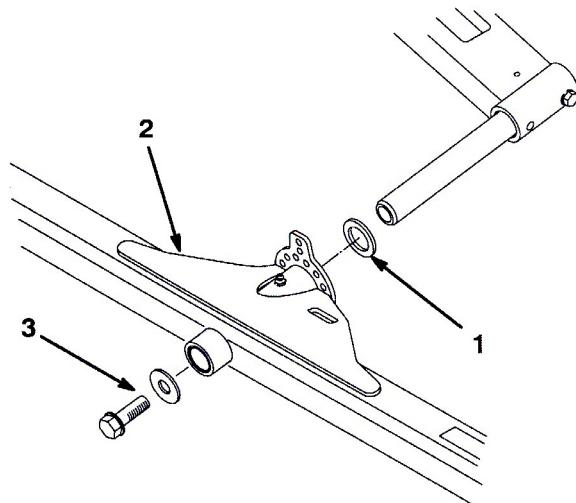

図10
- 昇降アームのピボット・ロッドにスラストワッシャを通す(図10)。
- ピボット・ロッドに、カッティングユニットのキャリアフレームを取り付け、平ワッシャとフランジヘッド・キャップスクリュで固定する(図10)。